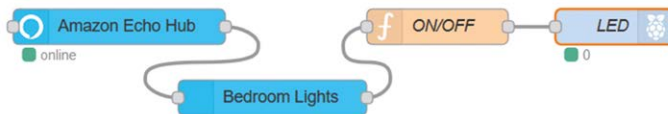
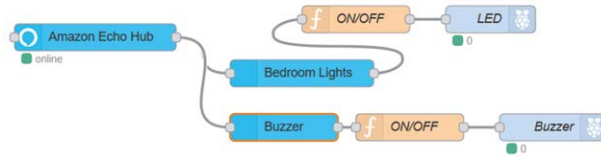
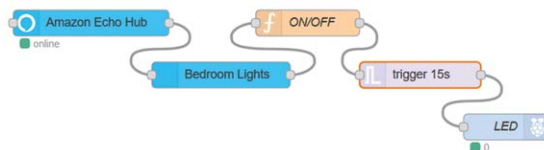
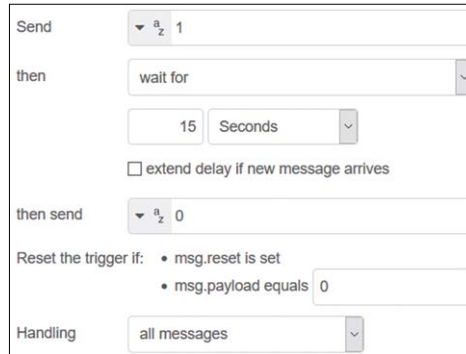

Figure 15.3 Programme de flux du projet
Figure 15.6 Programme de flux du projet
Figure 15.7 Programme de débit modifié
Figure 15.8 Configuration du nœud de déclenchement
La figure 15.3 montre le programme de flux qui se compose de seulement 4 nœuds : un **hub d'écho amazon** nœud, un dispositif d'écho Amazon **noeud**, un nœud de fonction, **et un rpi gpio out noeud**.
- Rejoindre tous les nœuds comme dans la figure 15.3 et cliquer **Déployer**.
Programme de flux Node-RED : La figure 15.6 montre le programme de flux. Notez que nous avons ajouté un autre **dispositif d'écho Amazon** nœud de notre programme et le nommez comme **Buzzer**. Ce deuxième nœud entraîne un autre nœud de fonction qui a exactement le même contenu que celui dans la figure 15.3. Le second **rpi gpio out** nœud est utilisé pour conduire le buzzer où son **Pin** est réglé sur GPIO 3 et son **Type** est la sortie numérique comme avant. Parce que le nouveau dispositif d'écho amazon n'est pas connu d'Alexa, nous devons demander à Alexa de découvrir les nœuds à nouveau : "**Alexa, découvrez les appareils**". Après cela, nous pouvons contrôler la LED et le buzzer en demandant à l'Alexa :
Dans le projet précédent, la LED est allumée et éteinte en envoyant des commandes vocales à Alexa. Dans certaines applications, nous pouvons vouloir allumer la LED en détectant une commande, puis nous pouvons vouloir que la LED s'éteigne automatiquement après un certain temps. Par exemple, avant en- Dans une pièce, nous pouvons demander à Alexa d'allumer la lumière et après 20 secondes, nous pouvons vouloir que la lumière s'éteigne automatiquement. Cela peut être fait facilement en ajoutant un **déclencher** nœud de la Figure 15.3. Dans l'exemple de programme d'écoulement illustré à la Figure 15.7, le voyant DEL est éteint après 15 secondes. Le nœud de déclenchement est configuré pour envoyer 1 pendant 15 secondes et ensuite il envoie 0. La figure 15.8 montre **déclencher** contenu du nœud. Notez que la sortie de l' **déclencher** le nœud est réinitialisé si msg.payload est égal à 0 (c.-à-d. si Alexa est invité à éteindre les lumières de la chambre).